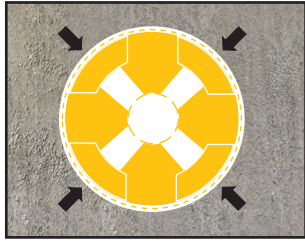

fig. 1
- Sous la pression du béton fraîchement coulé, les bandes en néoprène vont refermer les valves d'injection de sorte qu'aucun coulis de ciment ne puisse entrer dans le tuyau pendant le coulage du béton. **(fig. 1)**